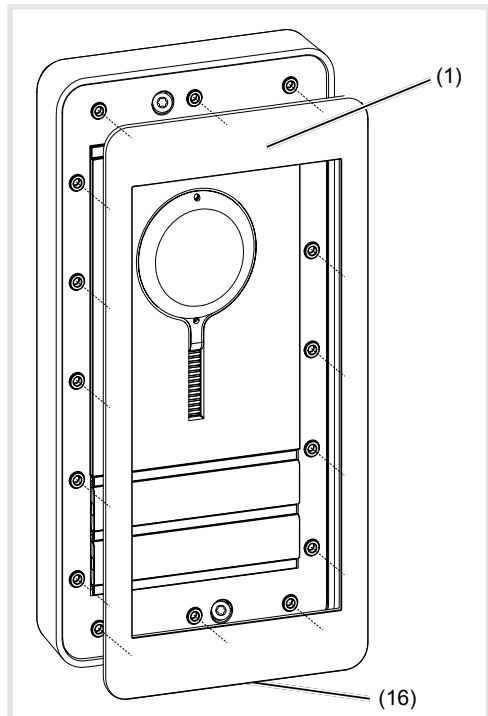

Figura 13: aggancio della placca decorativa
- Agganciare la placca decorativa in dotazione (1) sulla stazione da porta, in modo da avere la fessura di sgancio (16) orientata verso il basso (figura 13).